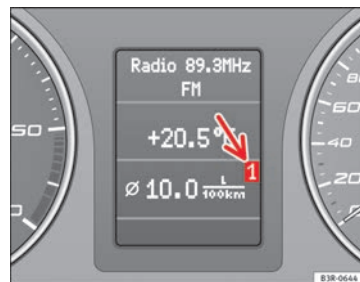

Fig. 59 Ordenador de a bordo: Nivel de memoria 1
El nivel de memoria que se está visualizando en la pantalla digital se puede reconocer por los números visualizados ⇒ fig. 59. Los datos de la memoria para un solo recorrido (ordenador de a bordo 1) se visualizan si en la pantalla digital aparece un 1. Si aparece un 2, en la pantalla digital se visualizan los datos de la memoria para todos los recorridos (ordenador de a bordo 2).
- Pulse brevemente la tecla **Reset** (**B**) hasta que el ordenador de a bordo (nivel de memoria 1 o 2) aparezca en la pantalla ⇒ **fig. 59**.